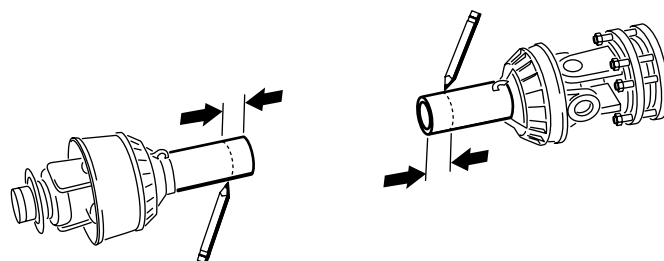
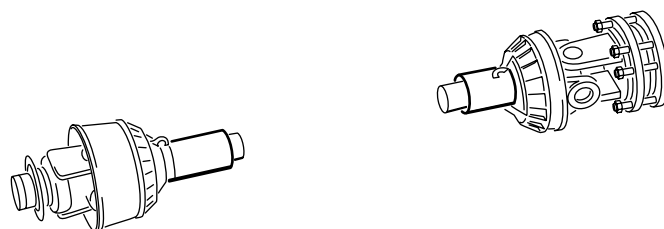

Figura 20
Figura 21
14. Usando le misure ricavate al punto 11, individuate, contrassegnate e tagliate dagli schermi di protezione la quantità sufficiente ad esporre i tubi (**Figura 20** e **Figura 21**).